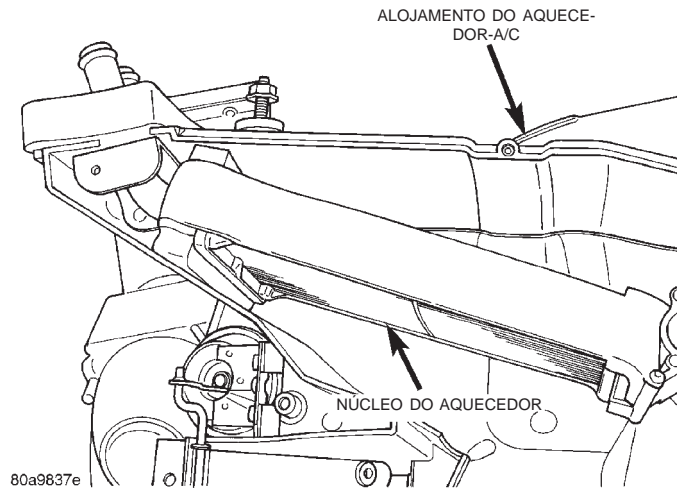

Fig. 62 Remoção/Instalação do Núcleo do Aquecedor
(1) Remova o alojamento do aquecedor-A/C do veículo e retire a cobertura do alojamento. Consulte "Alojamento do Aquecedor-A/C" na seção "Remoção e Instalação", deste grupo, para obter os procedimentos.
(2) Retire o núcleo do aquecedor do alojamento do aquecedor-A/C (Fig. 62).